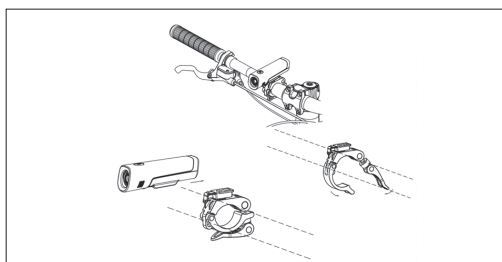

Figure 9-1
- a. Montez le feu avant sur la barre de maintien, comme illustré à la **Figure 9-1**.